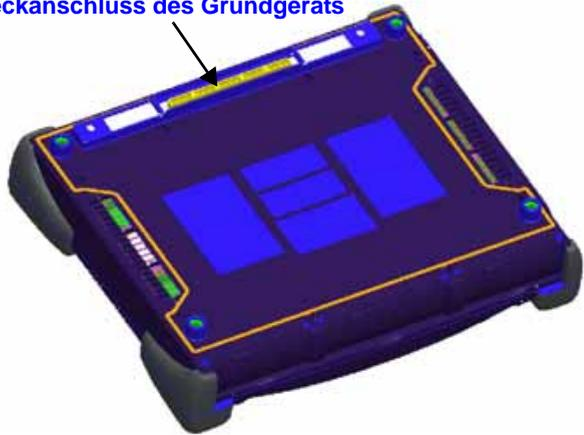
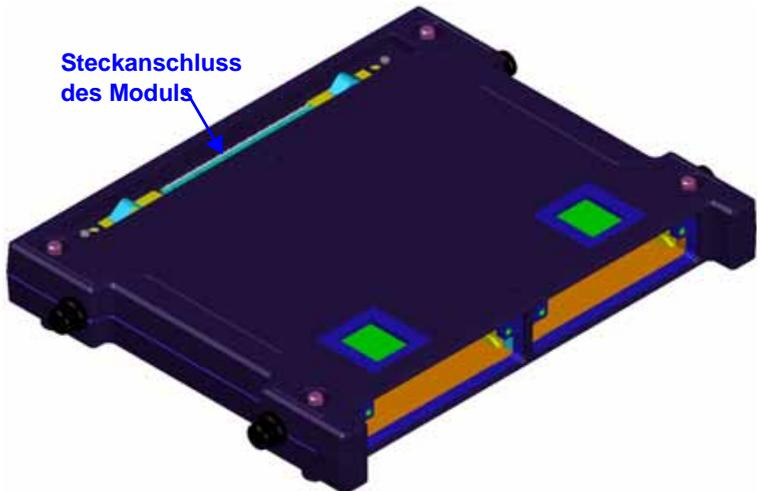

Abb. 4 Steckanschluss des Grundgeräts
Abb. 5 Steckanschluss des Moduls
- 4 Das Grundgerät und das optische Modul besitzen rechteckige Steckanschlüsse (siehe Abb. 4 and Abb. 5 auf Seite 13). Diese Anschlüsse sind *vor dem Verbinden des Moduls mit dem Grundgerät sorgfältig zueinander auszurichten*
ACHTUNG: Achten Sie beim Anheben des Grundgeräts darauf, dass Sie die Kraft direkt über dem Steckanschluss des Grundgerätes anwenden (siehe in Abb. 4 auf Seite 13). Die unteren Stoßschutzecken befinden sich auf dem Frontpanel (Display) des Grundgerätes und parallel zum Steckanschluss im unteren Panel. In Abb. 8, ist der Steckanschluss des Grundgerätes zwar nicht sichtbar, er befindet sich aber direkt über dem Steckanschluss des optischen Moduls.